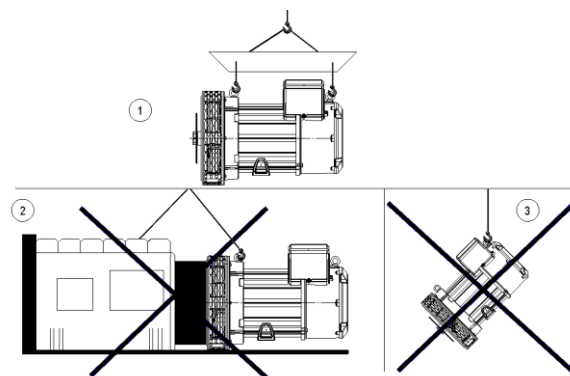

Figura 3.1: Manuseio do alternador
- A posição 1 da Figura 3.1, representa a forma correta de manuseio dos alternadores e as posições 2 e 3 representam as formas erradas.